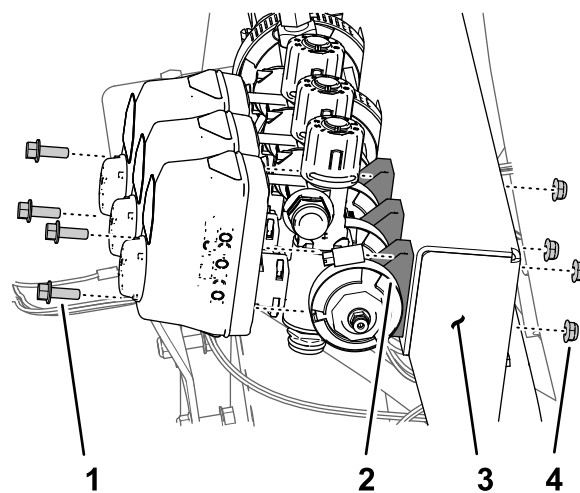

Figura 68
1. Retire os dois parafusos de cabeça flangeada (¼ pol. x ¾ pol.) e as duas porcas de bloqueio (¼ pol.) que prendem a válvula da secção da rampa esquerda à montagem do coletor (Figura 68).
2. Retire os dois parafusos de cabeça flangeada (¼ pol. x ¾ pol.) e as duas porcas de bloqueio (¼ pol.) que prendem a válvula da secção da rampa direita à montagem do coletor (Figura 68).
3. Retire a braçadeira de flange de 40 a 64 mm e a junta de 25 x 35 mm que prendem a flange da válvula da secção esquerda ao adaptador (Figura 68).